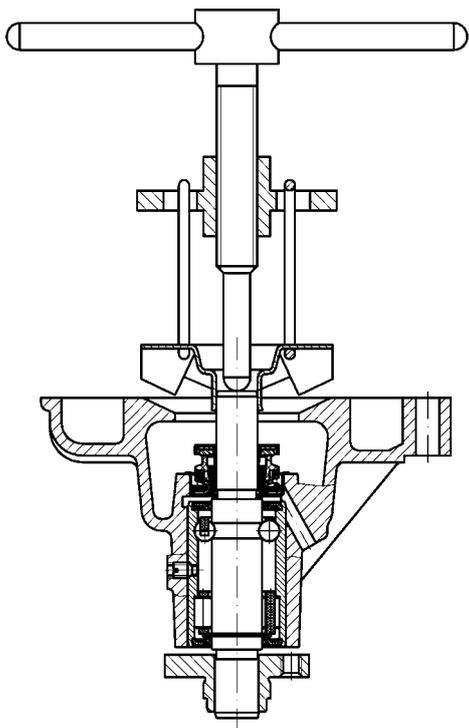

Рис.88. Снятие крыльчатки
- с помощью съемника снять крыльчатку (рис.88);